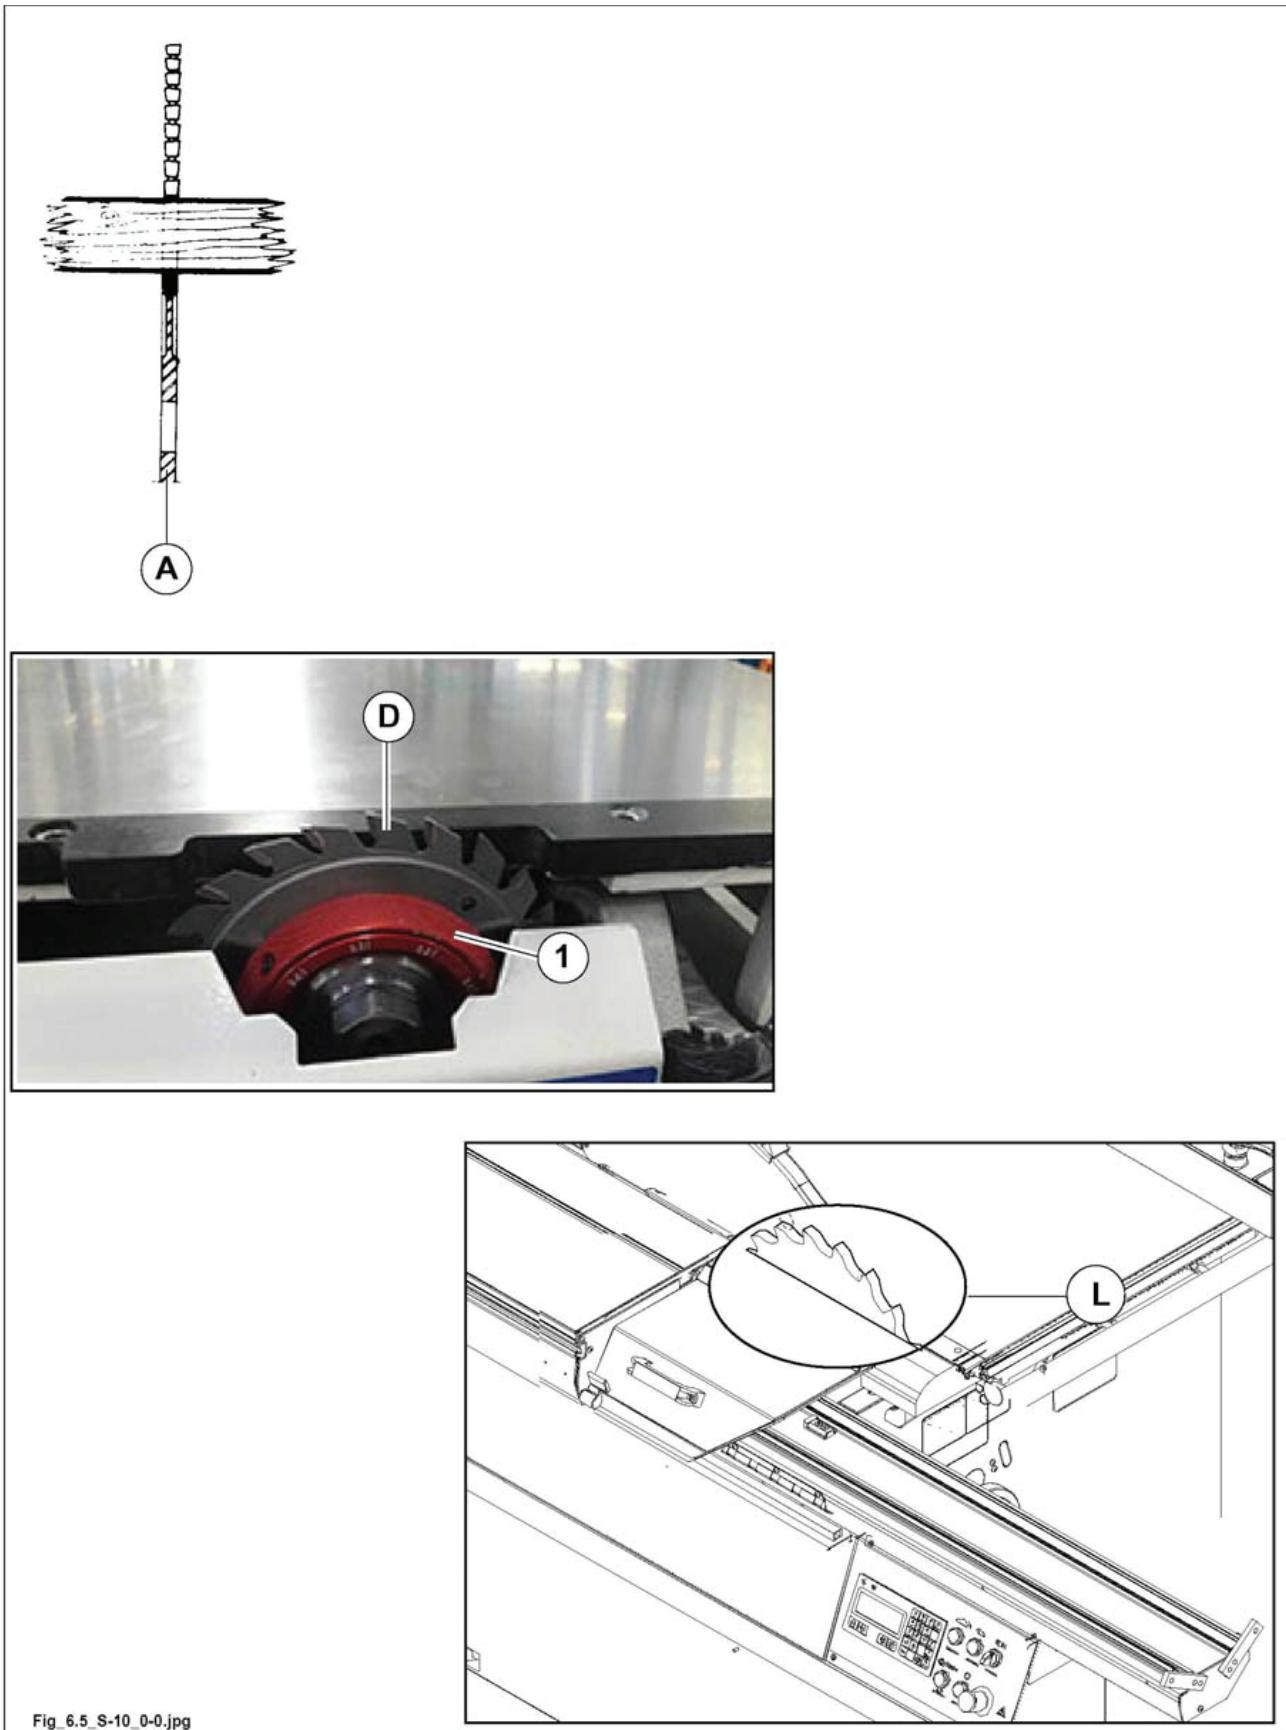

Рис. 6.5
- 1) (A рис. 6.5) Лезвие гравировщика панели соответствует основному лезвию.
- 2) (D рис.6.5) Резец расширяемой подрезной пилы.
Во время использования станка, необходимо обращать внимание, чтобы вагон был позиционирован на выходе (слева), так как, по требованию обработки, часть лезвия остается открытой (L рис. 6.5).